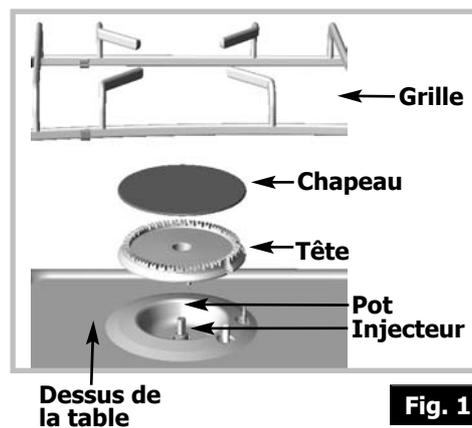

Fig. 1
- Dévissez à l'aide de la clé fournie les injecteurs situés dans le fond de chaque pot et ôtez-les (**fig 1**).